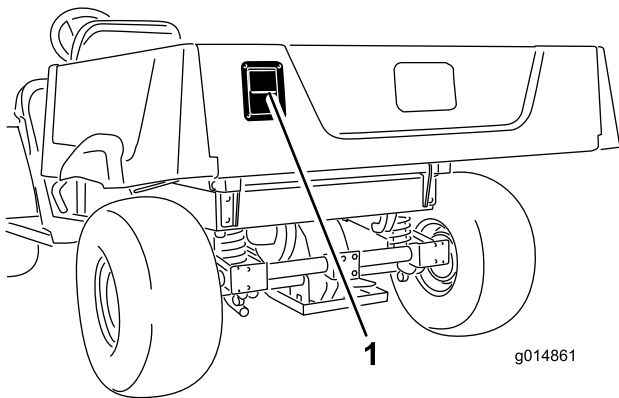

Figura 19
- Para abrir a porta traseira, puxe e eleve o fecho e, em seguida, lentamente baixe a porta traseira (Figura 19).